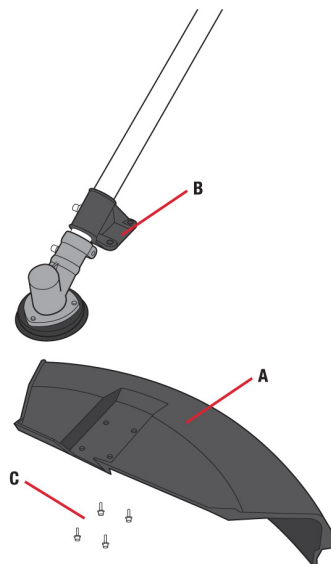

Fig. 2
2. Coloque los 4 tornillos "C" en los orificios, desde la parte inferior de la guarda "A" en dirección hacia el soporte "B". (Fig. 2)
La guarda se debe instalar (Fig. 2) de forma que distribuya adecuadamente el hilo de corte y proteja al usuario.